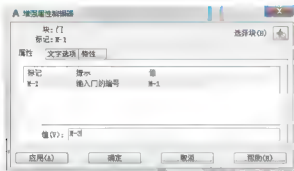

图 3.77 将属性值修改为“M-2”
- (1) 执行菜单栏中的【修改】|【对象】|【属性】|【单个】命令。
- (2) 在【选择块】:提示下,将光标放在刚才插入的“门”图块上单击,选择刚才插入的“门”图块,立即弹出【增强属性编辑器】对话框(双击“门”图块也能弹出此对话框)。
- (3) 在【属性】选项卡中,将值改为“M-2”,如图 3.77 所示。